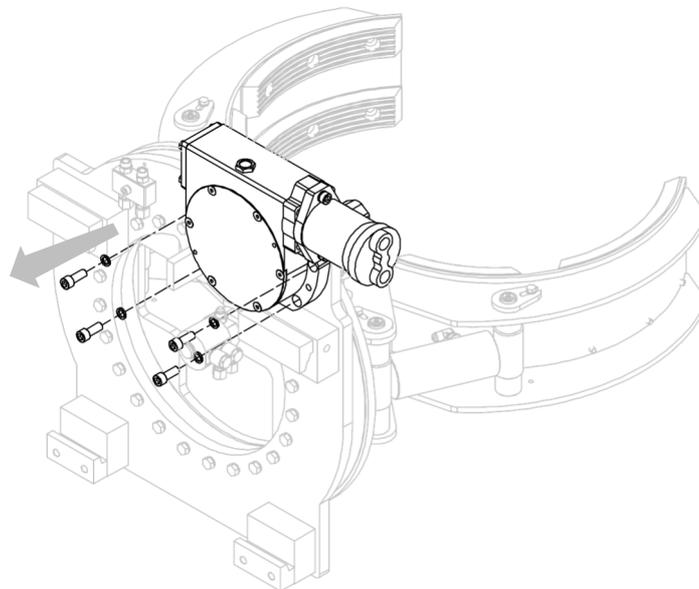

Abbildung 27
3. Entfernen Sie das Getriebe-Motor-Paar von der Gerätestruktur, nachdem Sie die entsprechenden Schrauben und Federringe, die sie halten, entfernt haben (siehe *Abbildung 27*).